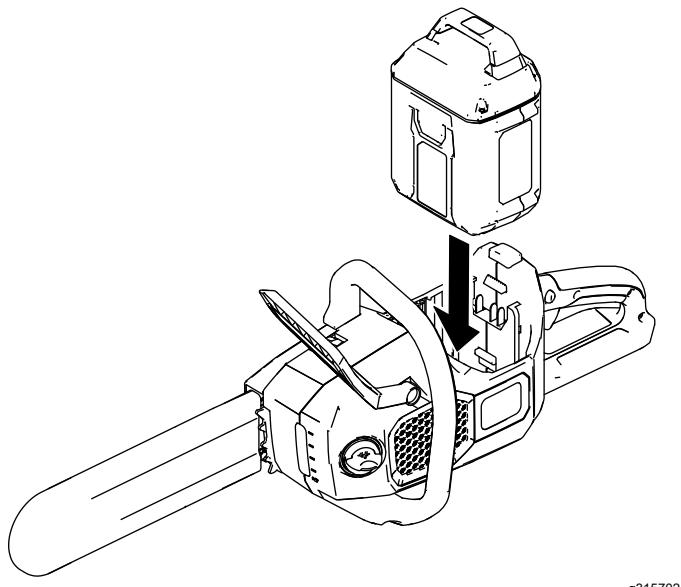

Figura 7
- Alinhe a extremidade da bateria com a cavidade da bateria na motosserra (Figura 7).